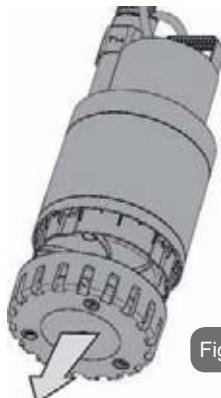

Figure 11
- Enlever la crête d'aspiration (Fig.11).
- Enlever la partie inférieure (Fig.11).